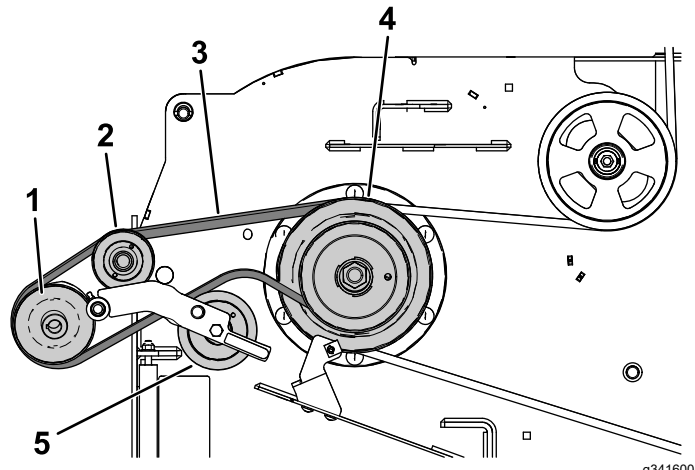

**Bild 9**
1. Ziehen Sie die gefederte Spannscheibe von der starren Federstrebe weg und nehmen Sie den Riemen von der Spannscheibe (**Bild 9**).
2. Bewegen Sie die Spannscheiben-Schwenkhalterung in Richtung der starren Federstrebe und entfernen Sie den Haken der Feder von der Spannscheibenfederstrebe (**Bild 9**).
5. Bewegen Sie Arretierbolzen des Gebläses in die geöffnete Stellung und schwenken Sie das Gebläse nach außen (**Bild 9**).
3. Öffnen Sie den Arretierbolzen des Gebläses, schließen Sie das Gebläse am Mähwerk und befestigen Sie den Arretierbolzen an der Auswurfkanalhalterung (**Bild 9**).
6. Bewegen Sie die Riemenscheibe bzw. Spannscheibe zur starren Federstrebe und setzen die Feder ein, indem Sie den Federhaken an der Strebe der Spannscheibenfeder ausfluchten (**Bild 9**).